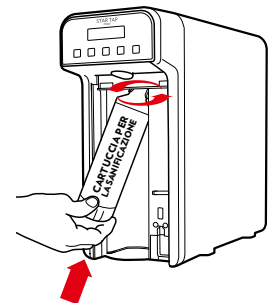

Fig. 1-29
29.15 - Inserire la cartuccia per la sanificazione nella sede di aggancio, opportunamente riempita di sanificante, mantenendola leggermente inclinata con il collo verso l'alto. Spingere verso l'alto la cartuccia nella sede e, ruotandola da destra verso sinistra, avviarla fino a quando si arriva al punto di blocco rotazione. Verificare il corretto aggancio tirando la cartuccia verso il basso, nel caso la cartuccia di sanificazione dovesse sfilarsi ripetere quanto descritto precedentemente, vedi Fig. 1-29.